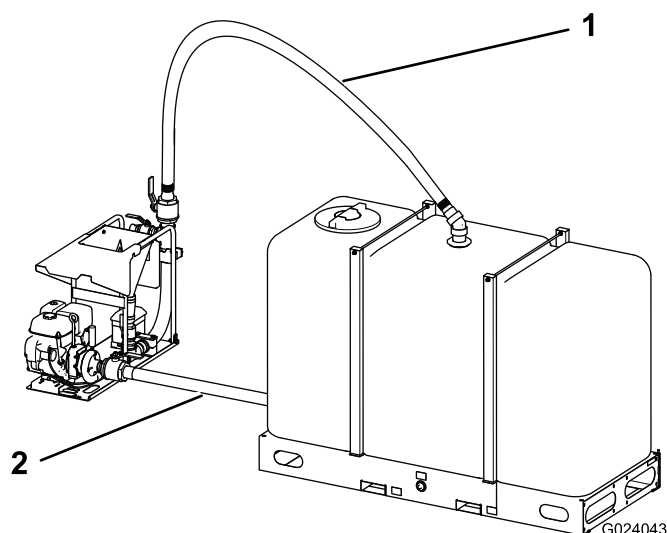
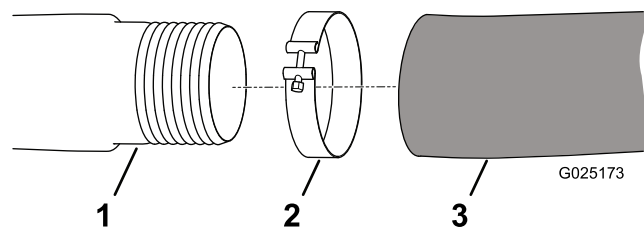
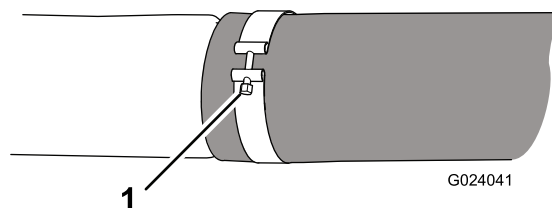

Figura 6
Figura 7
Figura 8
2. Utilice una abrazadera (suministrada) para conectar el extremo libre de la manguera a la entrada de la bomba del mezclador, según se muestra en Figura 6, Figura 7, y Figura 8.
4. Utilice 2 abrazaderas (suministradas) para conectar la otra manguera a la parte superior del depósito y a la parte superior del mezclador, según se muestra en Figura 6, Figura 7, y Figura 8.